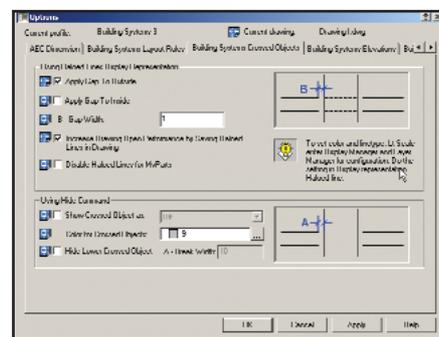

Рис. 8. Отображение невидимых объектов
- настроить способ отображения невидимых объектов. В закладке *Building Systems Crossed Objects* (рис. 8) диалогового окна *Options* настраивается вид объектов, пересекающихся в плане, но лежащих на различных высотных отметках. Нижележащие объекты ABS автоматически отображает пунктирной линией;